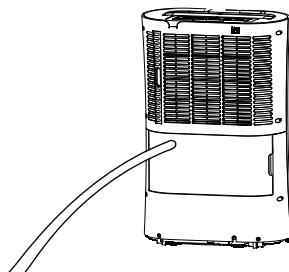

Fig. 5
- Koble dreneringsslangen (13) til utløpshalsen (11) (fig. 5).
- Sett på plass vanntanken (hvis fjernet) og lukk døren (8).